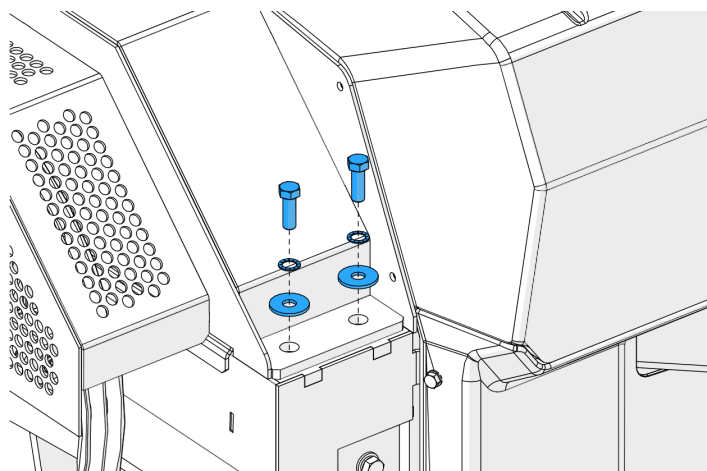

Figure 46 - Boulons du couvercle de la chambre de broyage
5. Déposez les deux boulons qui maintiennent le couvercle de la chambre de broyage en position fermée (Figure 46).